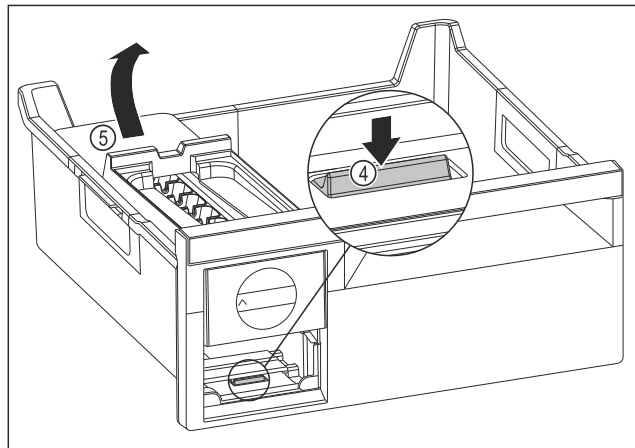

Fig. 121
- ▶ Vegye ki az EasyTwist-Ice egység testét: Nyomja le a fület Fig. 121 (4) az ujjával, és ezzel egyszerre emelje meg a másik kezével hátulról az EasyTwist-Ice egység testét Fig. 121 (5).